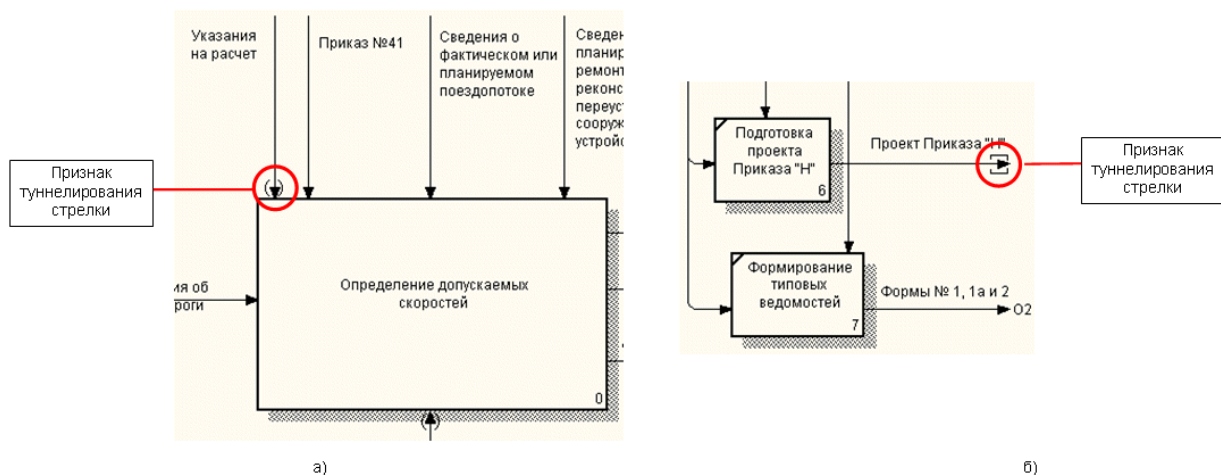

Рис. 13. Затуннелированные стрелки
- удаление стрелки - выбрать стрелку на диаграмме и нажать клавишу Delete. Если удаляемая стрелка была перенесена на диаграмму в результате декомпозиции родительского блока, то она будет удалена с текущей диаграммы (диаграммы декомпозиции), а на родительской диаграмме останется и примет статус затуннелированной со стороны входа в родительский блок (рис.13а). Если удаляемая стрелка присутствует на диаграмме декомпозиции для блока, в который она входит или выходит, то она будет удалена с текущей диаграммы (родительской диаграммы), а на диаграмме декомпозиции примет статус затуннелированной со стороны границы этой диаграммы (рис.13б). Квадратные скобки затуннелированной стрелки означают неутвержденное (предварительное) туннелирование, круглые - утвержденное (сознательное). Для изменения статуса туннелирования (с неутвержденного на утвержденное) необходимо щелкнуть по ней правой кнопкой мыши, выбрать пункт Arrow Tunnel контекстного меню и в соответствующем диалоговом окне выбрать статус;